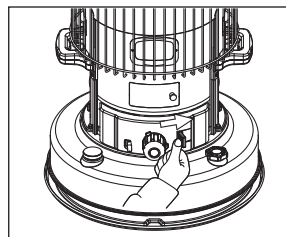

Рис.13
- Нажмите на рычаг зажигания (рис. 13) до соприкосновения воспламенителя с фитилем. Это приведет к воспламенению.